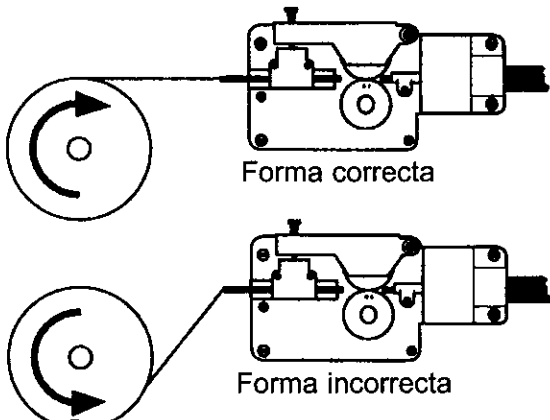

Figura 6. Instalación Correcta del Alambre
4. Colocar el carrete en el eje de modo que el alambre al salir del carrete quede como en la ilustración superior en la Figura 6. El alambre soldador siempre debe salir por encima del carrete y entrar en el mecanismo de avance.
Cambiar la polaridad de la soldadora mediante los siguientes pasos. En la Figura 6 se ilustra la posición de las barras en el bloque de polaridad para cada polaridad..